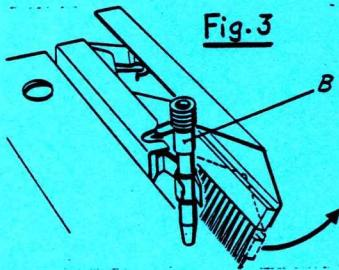

Fig. 3
- b) Inserire un becca-filo (B) nel supporto becca-filo del carrello secondo Fig. 3. Per far questo, aprire il supporto tirandolo leggermente in avanti. Si apre a tenaglia (Fig. 3). Premere la parte centrale del becca-filo nel supporto.